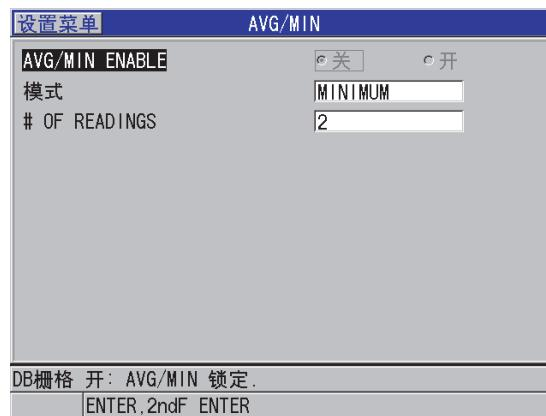

图 10-16 打开平均值 / 最小值测量对话框
3. 在平均值 / 最小值屏幕中（参见第 161 页的图 10-16）：